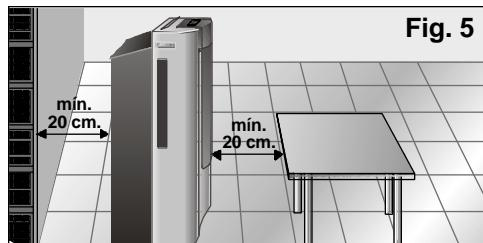

Fig. 5
- Voor de veiligheid is het nodig voordat u uw apparaat aansluit dat dit tenminste 20 cm van elke oppervlakte in de buurt verwijderd is, Fig. 5.